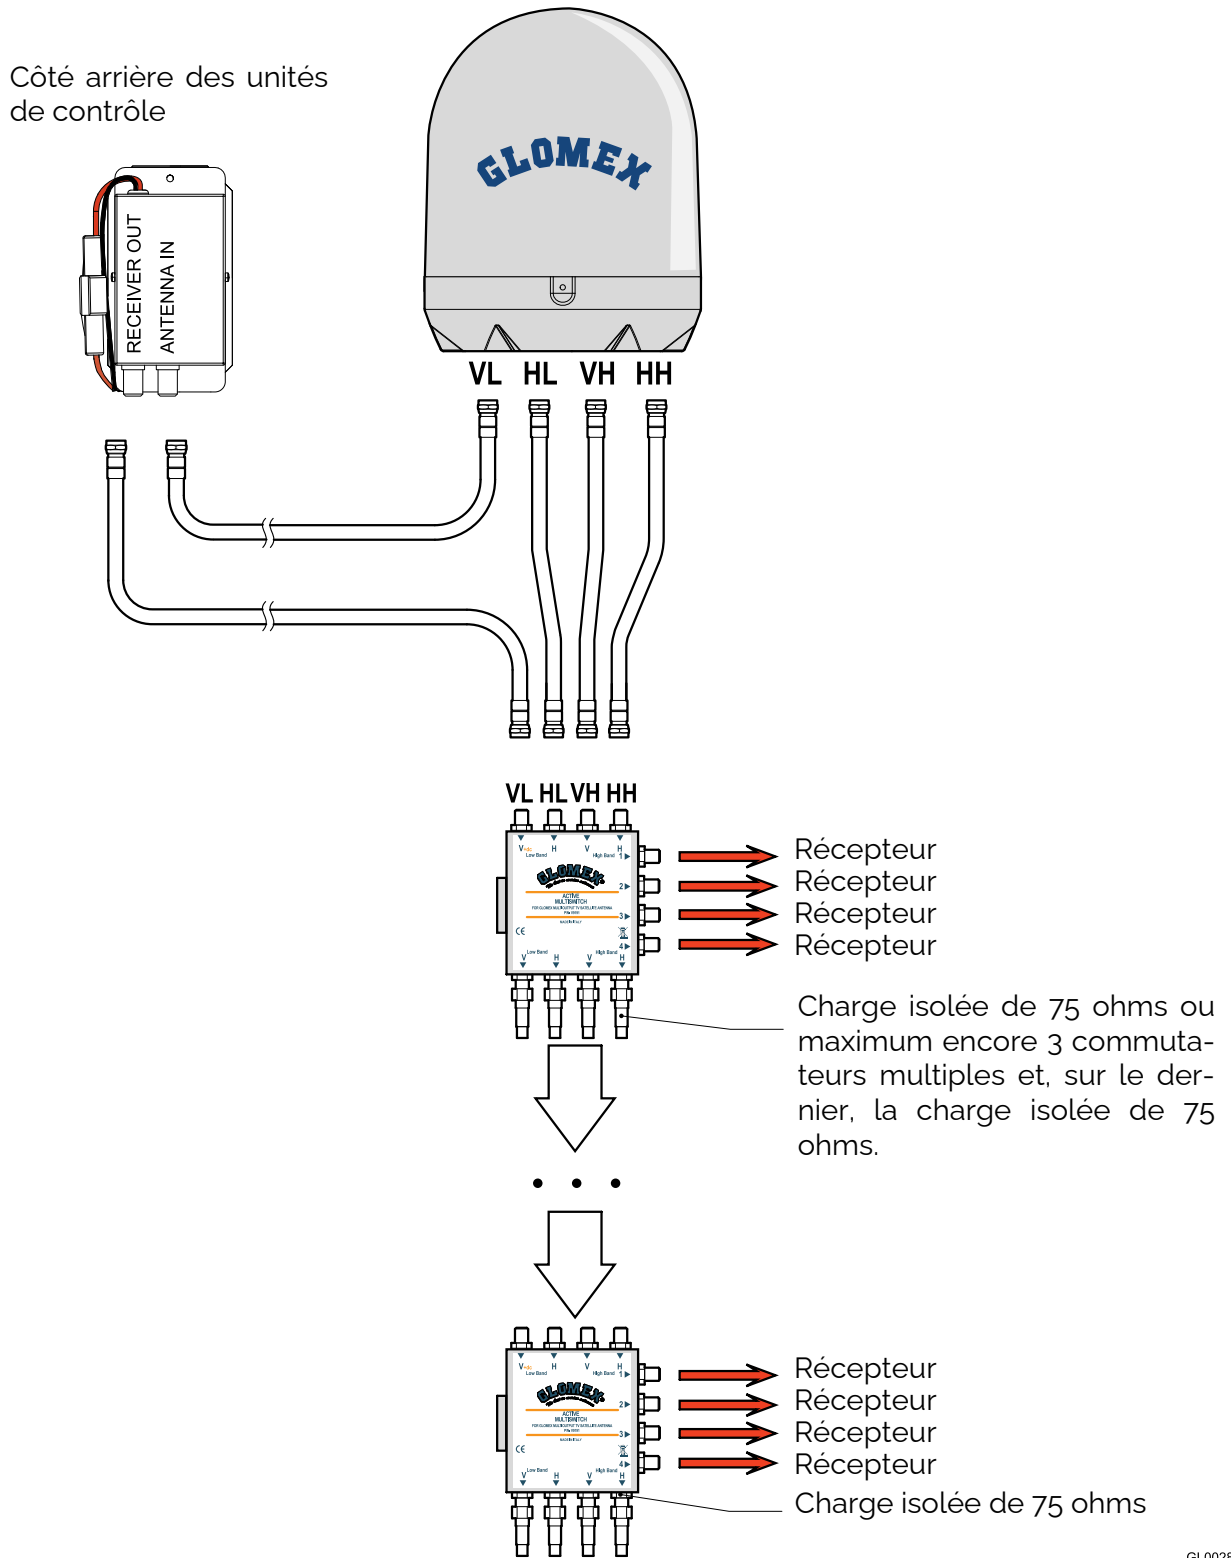

Fig. 30
6. Pour les modèles R9804N qui prévoient la présence du commutateur multiple, connecter les câbles en suivant les indications données dans la **Fig. 30**.
8. Brancher les câbles à l'amplificateur de ligne (si présent), au commutateur multiple (si présent), au(x) récepteur(s) (non fourni), comme indiqué dans la Fig. 30.